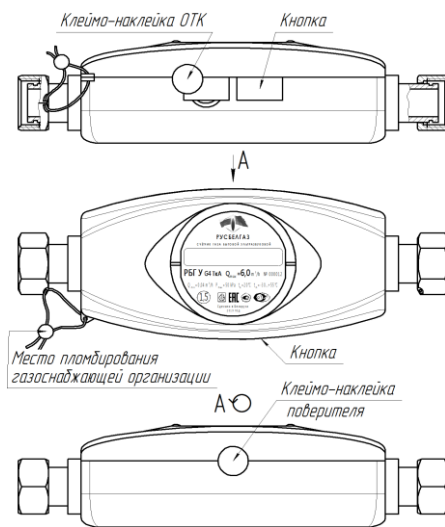

Рисунок 1
- наличие и целостность клейм-наклеек (см. рис. 1);